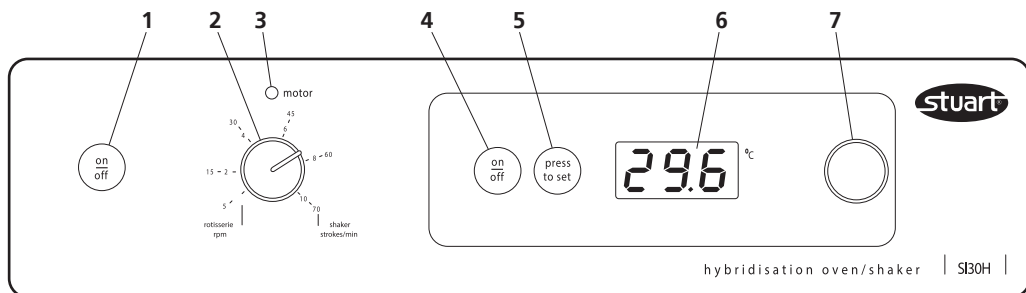

Figura 3: Comandi del pannello frontale
- 5.6 I comandi di regolazione della velocità si trovano sul lato sinistro del pannello di controllo (numeri 1 - 3 in figura 3). Avviare la rotisserie / shaker premendo il pulsante di avvio (1). La spia rossa (3) sopra al comando di selezione velocità (2) si accende.